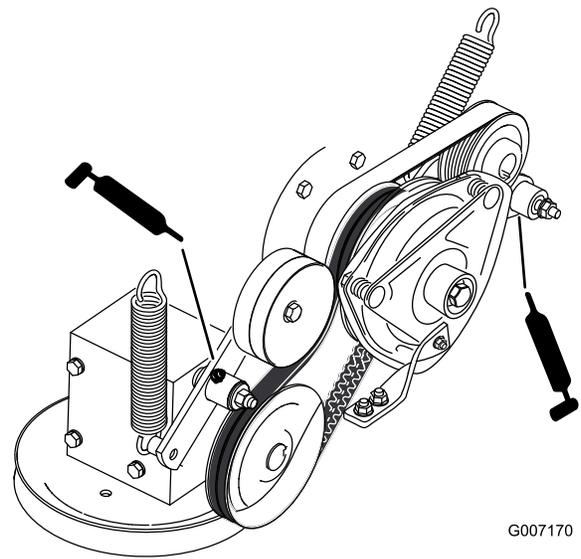

Figura 38
7. Ingrassate il braccio di rinvio della cinghia di trasmissione della PDF (Figura 38).
8. Ingrassate il braccio di rinvio della cinghia della pompa (Figura 38).